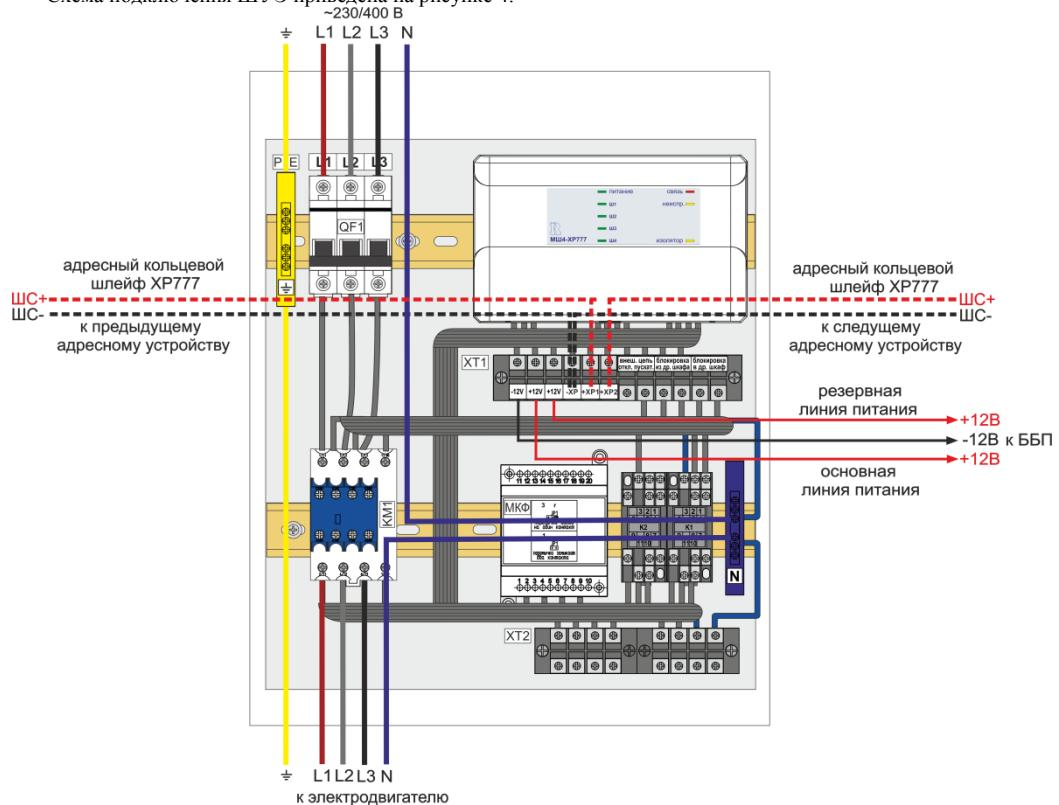

Рис. 4. Схема подключения ШУЭ-5,5-ХР777... ШУЭ-30-ХР777
*ШУЭ должен быть подключен к прибору по ША (клеммы «-ХР,+ХР1,+ХР2» (см. рисунок 4));